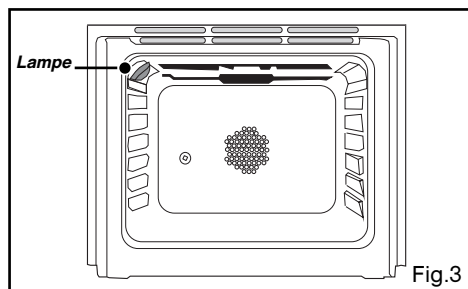

Fig.3
- Dénudez chaque fil du câble d'alimentation sur 12 mm et torsadez soigneusement les brins (fig.3).
A l'intérieur du four (fig. 3) :